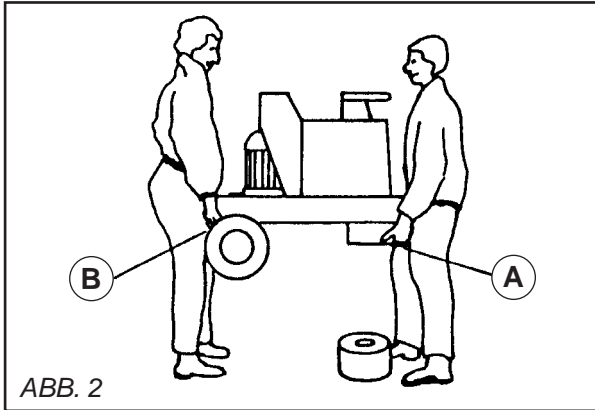

ABB. 2
- Die Maschine an der vorderen Anlagefläche (A) sowie am Hinterteil der Maschine (B) greifen. Hierbei bleibt die Platte am Boden. (Siehe Abb. 2)